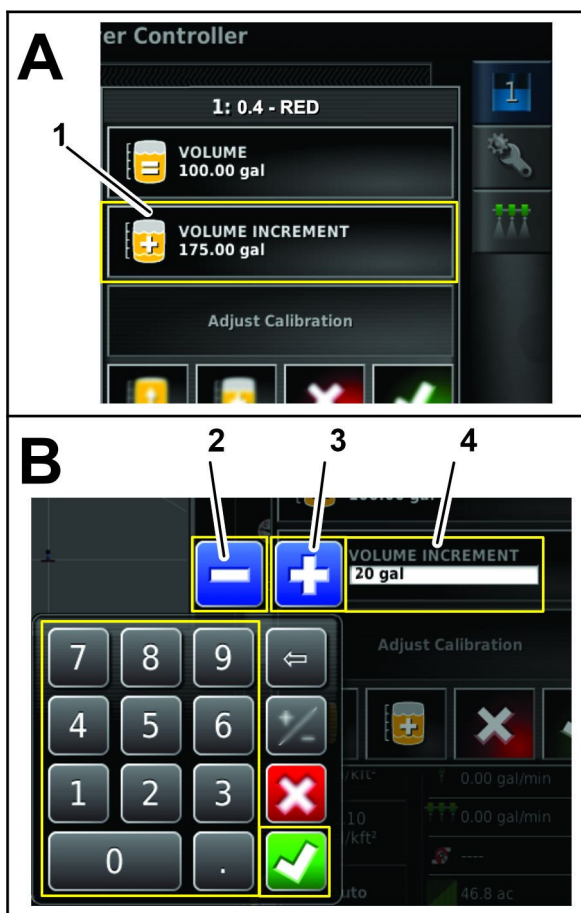

Figure 126
1. Appuyez sur l'icône de REMPLISSAGE DE CUVE (Figure 126).